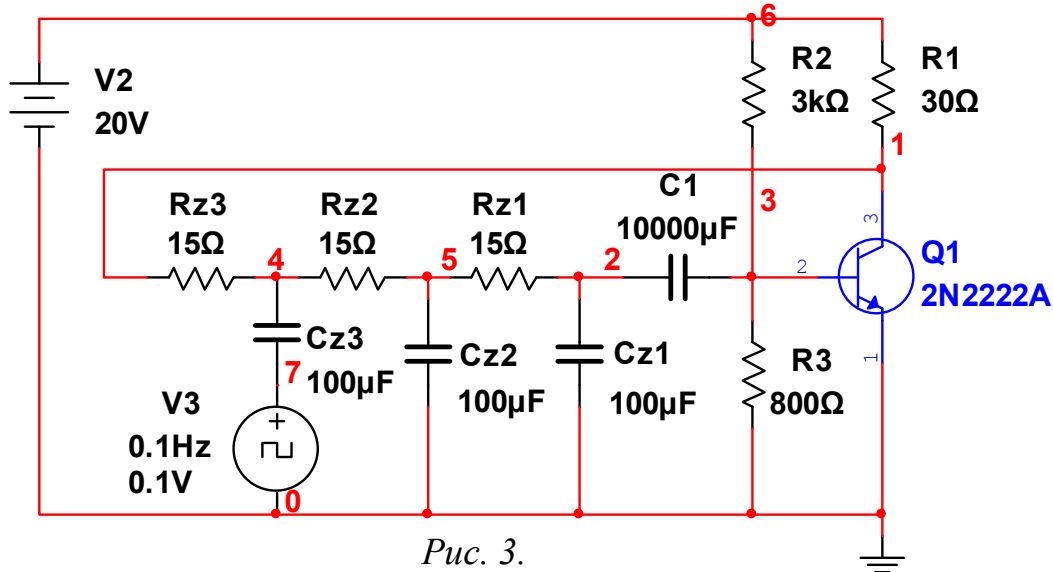

Рис. 3.
5. Приєднати послідовно до колекторного опору котушку індуктивності (рис.3).
На рис.3 зображено схему RC-автогенератора, що складається з підсилювача та фазовообертального кола, про які йшлося вище.
3. Зібрати схему RC-автогенератора, зображену на рис.3. Провести аналіз часових залежностей (Transient Analysis) для сигналу на колекторі транзистора. Для свого варіанту транзистора (шляхом зміни R та C в кожній ланці таким чином, щоб гранична частота не змінювалася) забезпечити самозбудження автогенератора. Визначити шляхом моделювання (Transient Analysis) частоту автоколивань, інкремент їхнього зростання та амплітуду встановлених коливань.